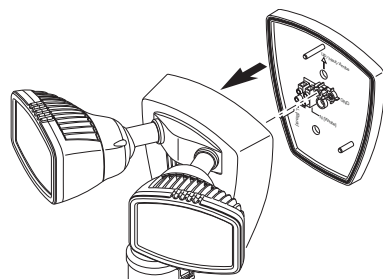

Figura 1
1. Afloje el tornillo de montaje central que conecta el escudete del aparato al 1-2-Easy Connect™ y quite el 1-2-Easy Connect™ (ver Figura 1). El tornillo de montaje está diseñado para permanecer en la lámpara. *Nota:* asegúrese de que la junta de caucho esté sobre el 1-2-Easy Connect™.